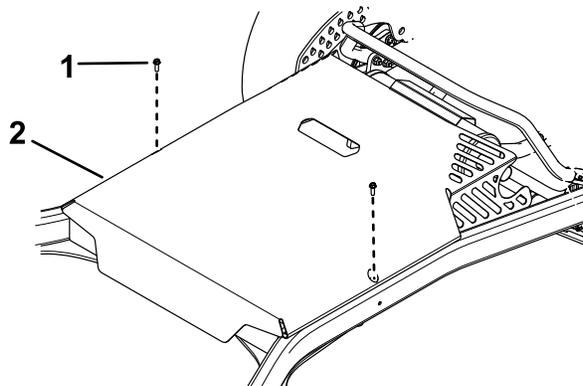

Рисунок 27
3. Отверните 2 болта крепления крышки деки и снимите крышку деки (Рисунок 27).